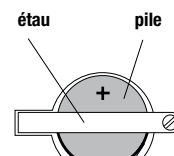

Fig.2D: languette d'isolation
- Enlevez la languette d'isolation entre la pile et les contacts (fig.2D).